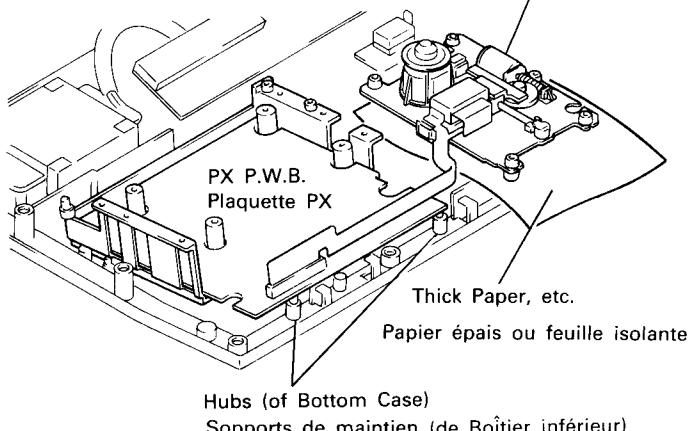
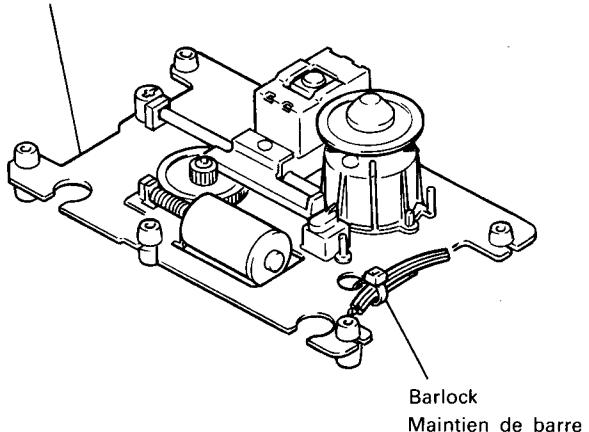

Fig. 32b
Fig. 33
4. Remove four screws **D** and set the PX P.W.B. On the Cassette Chassis Main Base and the hubs of the Bottom Case. (Fig. 32b)
5. After removing the Barlock and three screws **E**, rest the Unit Mechanism on the Cassette Button and then carry out the Adjustment. (Before placing the Unit Mechanism on the Cassette Button spread some thick paper or similar material between them as insulation). (Fig. 32b/Fig. 33)
4. Enlever quatre vis **D** et placer la plaquette PX sur la plaquette principale du châssis de cassette, ainsi que les supports de maintien du boîtier inférieur. (Fig. 32b)
5. Après avoir enlevé le maintien de barre et les trois vis **E**, poser le mécanisme de l'unité sur les touches de cassette et effectuer le réglage. (Avant de placer le mécanisme de l'unité sur les touches de cassette, intercaler du papier épais ou une feuille isolante en tant qu'isolation.) (Fig. 32b/Fig. 33)